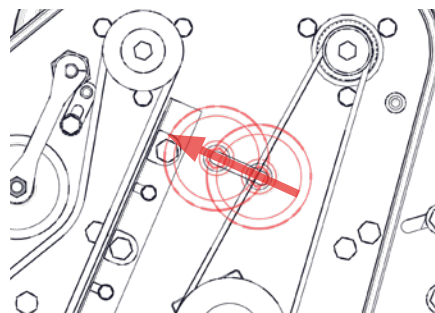

Fig. 16H – Desaperte a polia de tensionamento.
- i. Se estiver apenas a ajustar a tensão, avance para o Passo iii. Desaperte a polia de tensionamento [chave inglesa de 9/16"] (Fig. 16H).